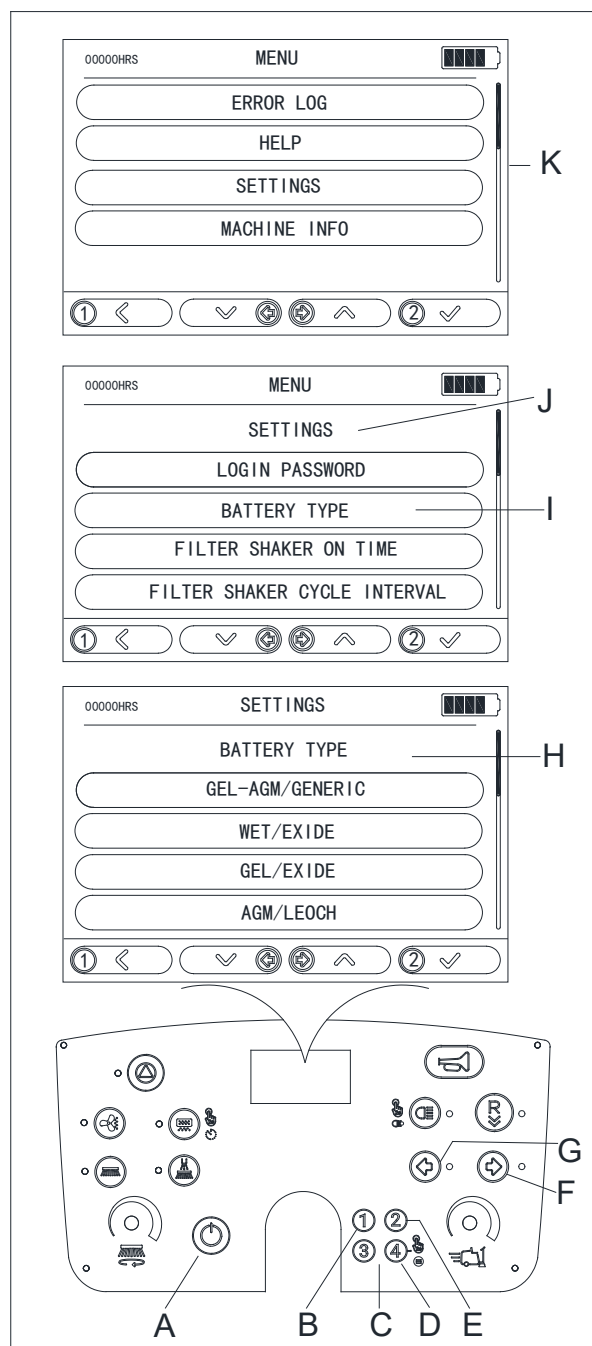
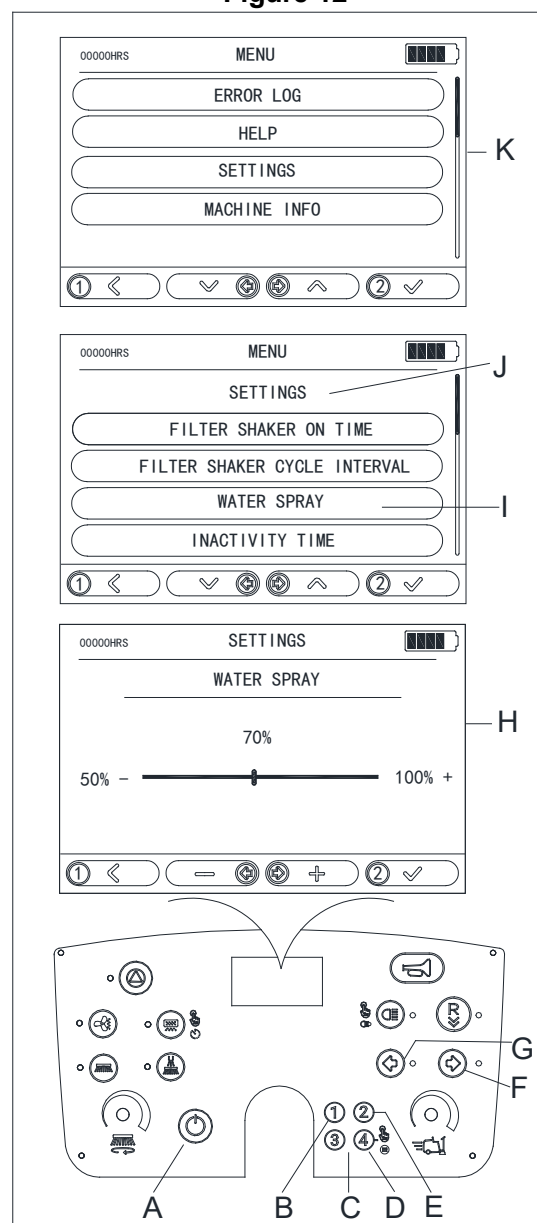

Figure 6
Figure 13
1. Appuyer sur le bouton d'alimentation (A, figure 6).
2. Utiliser le clavier à 4 chiffres (C, figure 6) pour saisir le mot de passe. Le mot de passe par défaut est 1234.
3. Une fois la connexion réussie, appuyer et maintenir enfoncé le bouton ④ (D, figure 6) pendant 2 secondes pour accéder à l'interface du MENU (K, figure 6).
4. Dans l'interface du MENU, appuyer sur le bouton (B, figure 6) ① pour revenir au menu précédent, appuyer sur le bouton gauche de l'indicateur (G, figure 6) pour faire défiler vers le bas, appuyer sur le bouton droit de l'indicateur (F, figure 6) pour faire défiler vers le haut, sélectionner « PARAMÈTRES », puis appuyer sur le bouton (E, figure 6) ② pour confirmer la sélection et entrer dans l'interface des PARAMÈTRES (J, figure 6).
5. Dans l'interface des PARAMÈTRES (J, figure 6), sélectionner TYPE DE BATTERIE (I, figure 6) pour accéder à l'interface des paramètres de TYPE DE BATTERIE (H, figure 6).
6. Appuyer sur le bouton gauche de l'indicateur (G, Figure 6) pour faire défiler vers le bas, appuyer sur le bouton droit de l'indicateur (F, Figure 6) pour faire défiler vers le haut, choisir le type de batterie en fonction des batteries installées, puis appuyer sur le bouton ② (E, Figure 6) pour mettre à jour le changement.
1. Appuyer sur le bouton d'alimentation (A, figure 13).
2. Utiliser le clavier à 4 chiffres (C, figure 13) pour saisir le mot de passe. Le mot de passe par défaut est 1234.
3. Une fois la connexion réussie, appuyer et maintenir enfoncé le bouton ④ (D, figure 13) pendant 2 secondes pour accéder à l'interface du MENU (K, figure 13).
4. Dans l'interface du MENU, appuyer sur le bouton (B, figure 13) ① pour revenir au menu précédent, appuyer sur le bouton gauche de l'indicateur (G, figure 13) pour faire défiler vers le bas, appuyer sur le bouton droit de l'indicateur (F, figure 13) pour faire défiler vers le haut, sélectionner « PARAMÈTRES », puis appuyer sur le bouton (E, figure 13) ② pour confirmer la sélection et entrer dans l'interface des PARAMÈTRES (J, figure 13).
5. Dans l'interface des PARAMÈTRES (J, figure 13), sélectionner la PULVÉRISATION D'EAU (I, figure 13) pour accéder à l'interface des paramètres de PULVÉRISATION D'EAU (H, figure 13).
6. Appuyer sur le bouton gauche de l'indicateur (G, figure 13) pour diminuer la vitesse de pulvérisation, appuyer sur le bouton droit de l'indicateur (F, figure 13) pour augmenter la vitesse de pulvérisation et ajuster au réglage souhaité, puis appuyer sur le bouton ② (E, Figure 6) pour mettre à jour le changement.